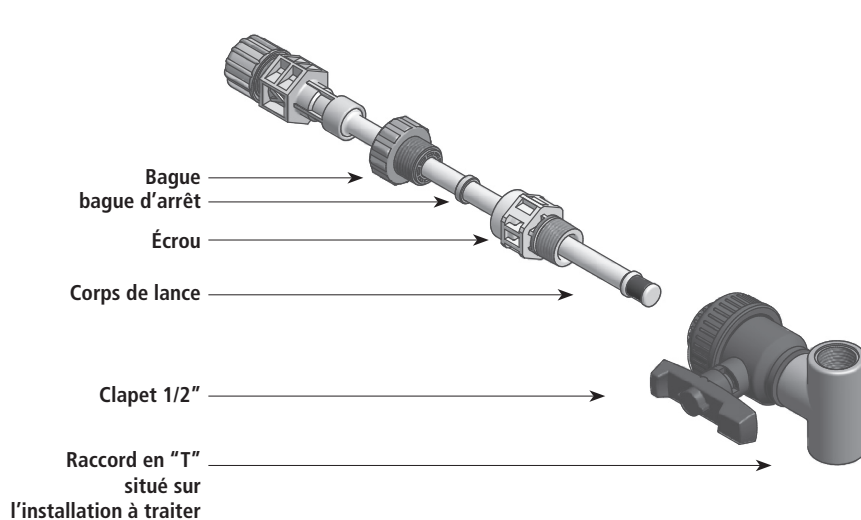

FIG. 1.
- Assembler la lance d'injection tel qu'indiqué sur la figure 1